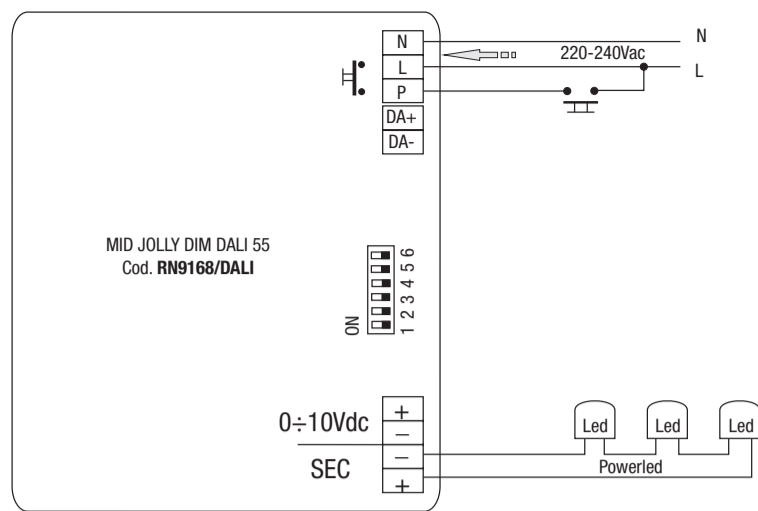

Fig. 3 - Regolazione 0-10Vdc - 0-10Vdc system regulation
3) Funktion 1-10Vdc (S10) - DIM34... (R) - Abb. 3 - Mittels Kontrollsignal 1-10Vdc 1-10Vdc
3) Función 1-10Vdc (S10) - DIM34... (R) - Fig. 3 - mediante señal de control 1-10V
3) Função 1-10Vdc (S10) - DIM34... (R) - Fig. 3 - através do sinal de controle 1-10Vdc
3) Funktion 1-10Vdc (S10) - DIM34... (R) - Fig. 3 - ved hjælp af styresignal 1-10 Vdc